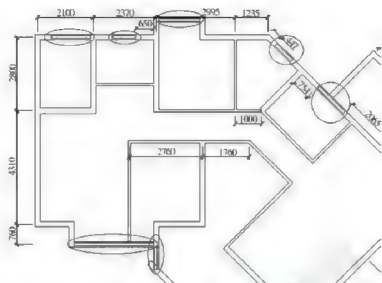

图 7-26
**步骤2:** 使用“Window”的多线样式, 在需要绘制窗户的位置绘制窗户(图7-26)。